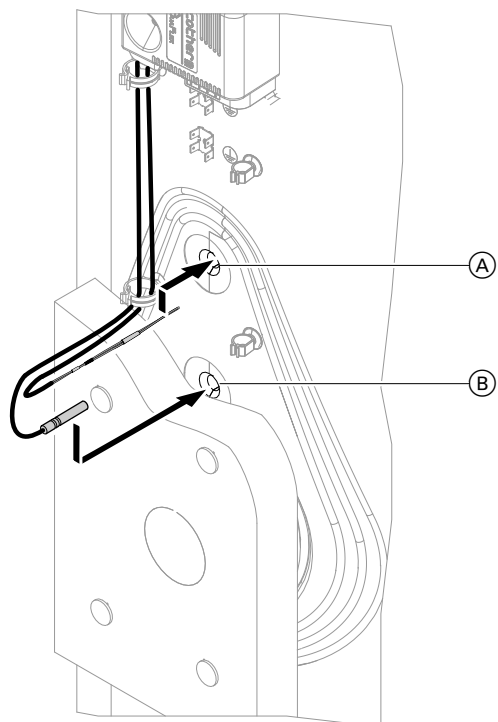

Abb. 19
Für einen höheren Bedarf an Warmwasser ist es möglich, das Zapfprofil von L auf XL umzustellen. Dafür wird der werkseitig eingebaute Speichertemperatursensor aus Tauchhülse ① entfernt und in Tauchhülse ② eingebaut, siehe Abb. 19